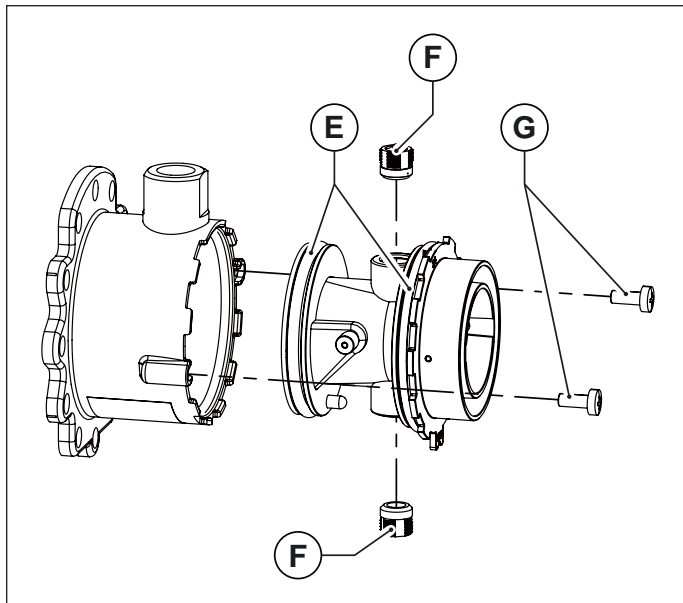
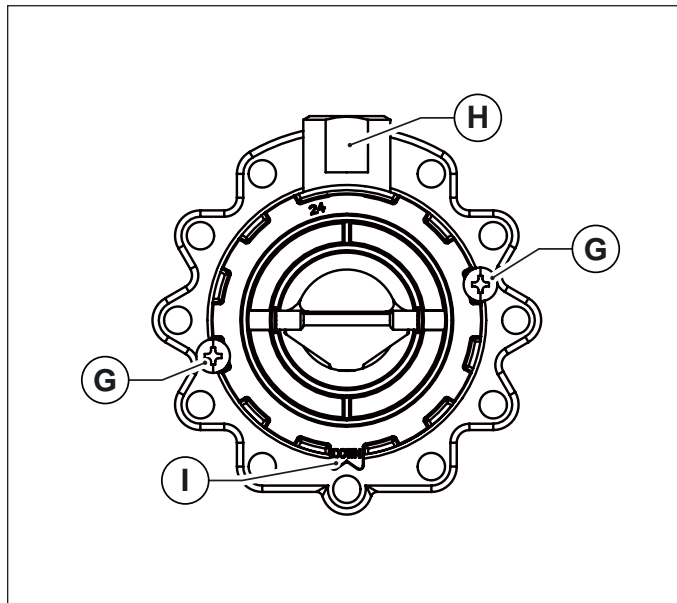

Fig. 43 Corpul din plastic al amestecătorului
Fig. 44 Orientare pentru montaj
- Desfaceți corpul din plastic al amestecătorului, deșurubând cele două șuruburi de fixare (vezi Fig. 43 Corpul din plastic al amestecătorului).
- Desfaceți cele două duze ale amestecătorului utilizând o cheie cu imbus de 6 mm (vezi Fig. 43 Corpul din plastic al amestecătorului).
- Montați din nou corpul din plastic (Venturi) introducându-l în amestecător și înșurubând șuruburile de fixare, având grijă să nu deteriorați garniturile inelare montate la extremitățile corpului din plastic (vezi Fig. 43 Corpul din plastic al amestecătorului) și să respectați orientarea montajului (vezi Fig. 44 Orientare pentru montaj).
- Montați amestecătorul reasamblat la ventilator cu șuruburile cu imbus, având grijă să repoziționați între amestecător și ventilator, garnitura inelară de etanșare (vezi Fig. 43 Corpul din plastic al amestecătorului).